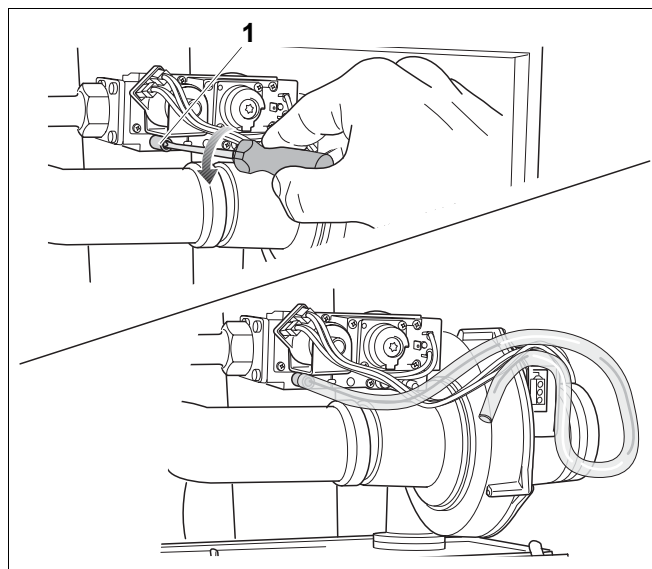

Fig. 75 Aerisiți conducta de alimentare cu gaz
- Desfaceți șurubul de strângere de la niplul de verificare pentru presiunea de racordare la gaz și pentru aerisire rotindu-l de două ori (Fig. 75, Poz. 1) și scoateți furtunul.